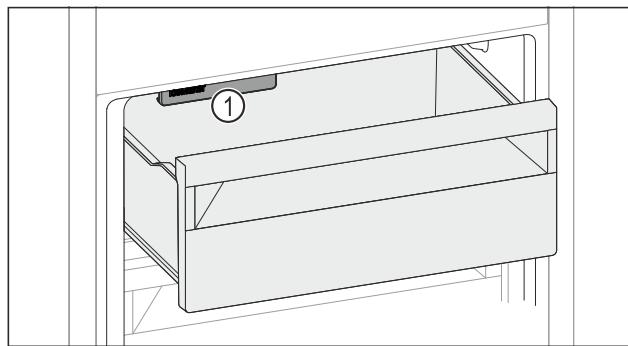

Fig. 157
- Слідкувати за функцією IceMaker Fig. 157 (1).